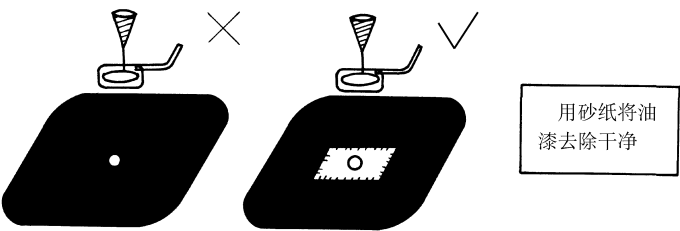

图 4-20 车体接地点去除油漆
(1) 用砂纸将车体接地点处的油漆去除干净，将接地固定紧 (图 4-20)。